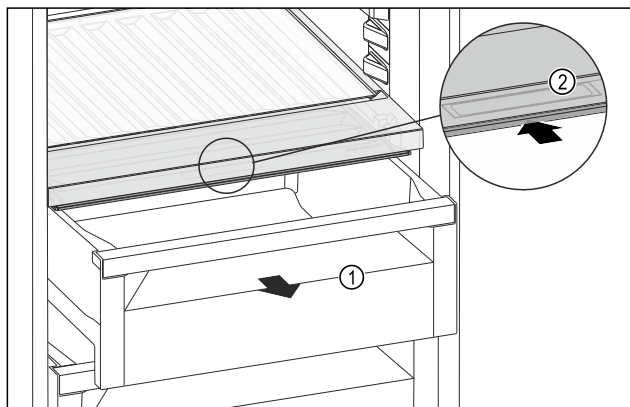

Fig. 117
- ▶ Húzza ki a fiókot Fig. 117 (1).
- ▶ Fogja meg a süllyesztett fogantyút Fig. 117 (2) a rekeszfedelet, és ezzel egy időben tolja hátra a rekeszfedelet.